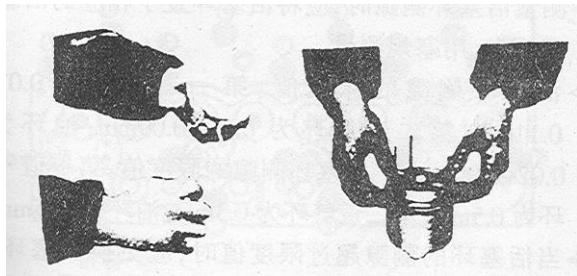

Рисунок 90-1(90-2)
- Лучше всего снимать кольца специальным устройством—расширителем колец—как показано на левом сюжете рис.90-1.